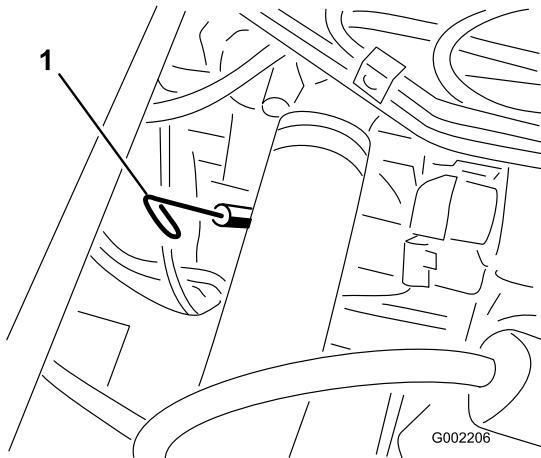

Figura 16
2. Retire la varilla, ubicada debajo del asiento del pasajero, y límpielas con un paño limpio (Figura 16). Introduzca la varilla en el tubo asegurándose de que entre a fondo. Retire la varilla y compruebe el nivel de aceite.